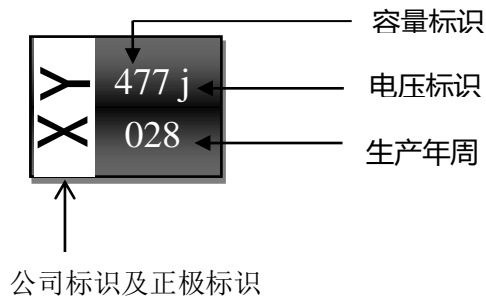

图 2 产品标识图
- (1) 商标及正极标识
- (2) 标称电容量
- (3) 额定工作电压
5.2 标志说明 (举例): 见图 2.